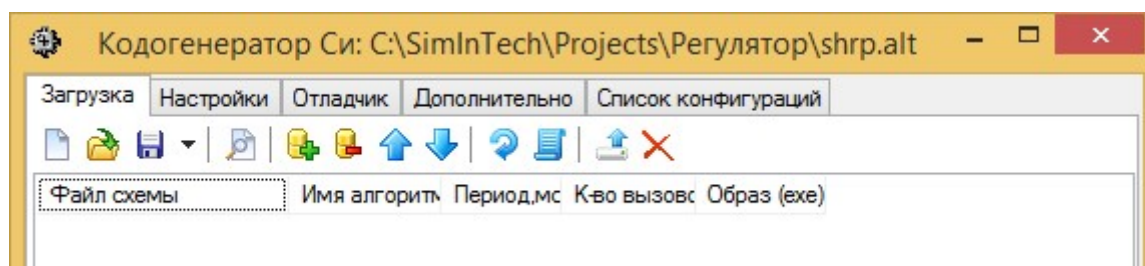

Рисунок 11 – Окно кодогенератора с загруженным файлом конфигурации
2. Сохраняем данную конфигурацию с именем **shrp** (в каталог, куда только что скопировали проект регулятора). При этом в шапке окна кодогенератора прописывается полный путь к файлу конфигурации, с которым сейчас работает кодогенератор (Рисунок 11).